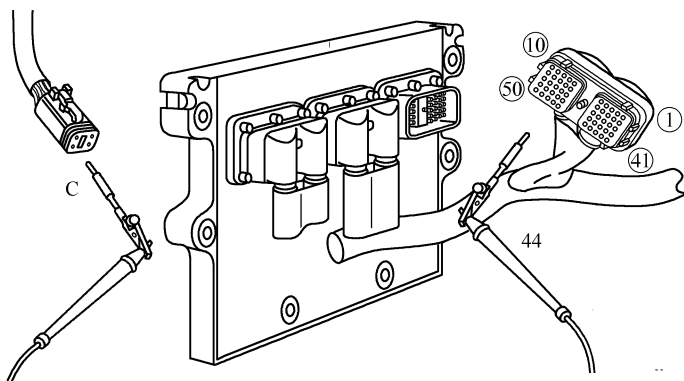

图 3-37 测量触针 44 与触针 C(或 3)之间的电阻
① 断开钥匙开关，从该传感器上拆下发动机线束，从 ECM 上断开传感器线束插头。
② 测量传感器线束插头触针 44 与传感器插头触针 C(或 3)之间的电阻(图 3-37)，应小于 10Ω。若不合格，维修或更换发动机线束。